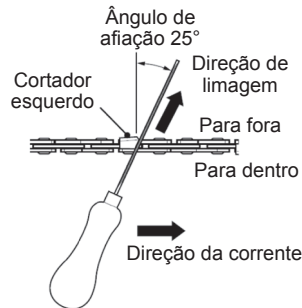

Fig. 45
5. Lime num ângulo perpendicular à lâmina e num ângulo de 25° em relação à direção de deslocamento (Fig. 45).